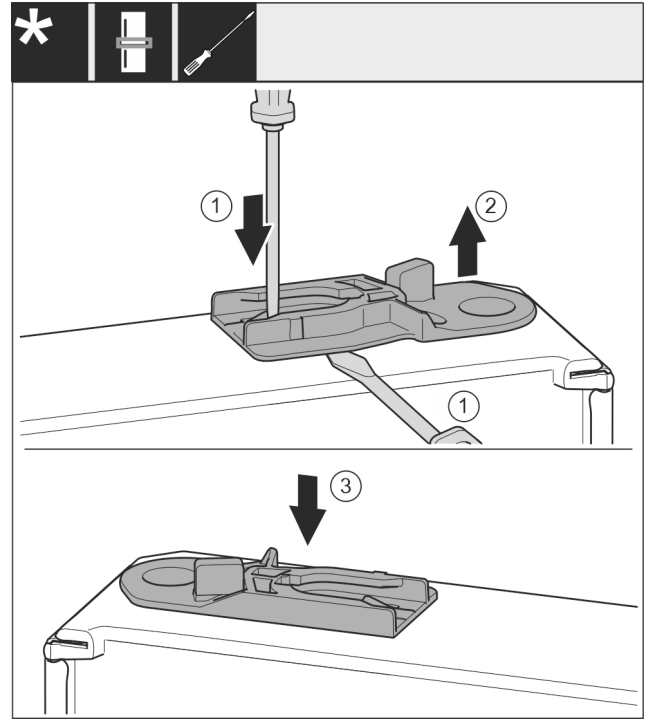

Fig. 38 \*
- ▶ 拉出导向轴套：用带槽螺丝刀按住接片的同时将带槽螺丝刀移动到导向轴套下方。 Fig. 38 (1, 2)\*
- ▶ 将供货时附带的导向轴套插入外壳的另一侧。 Fig. 38 (3)\*